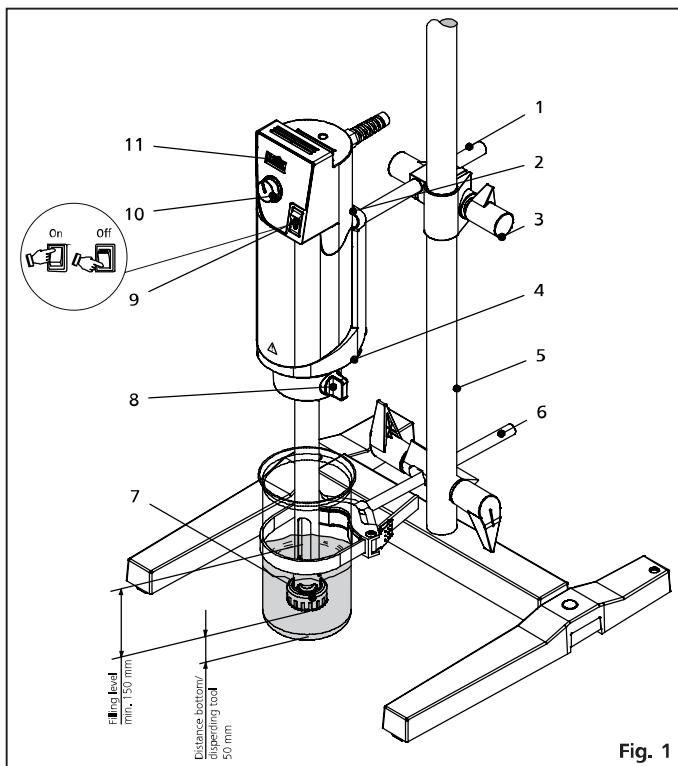

Fig. 1
- Halten Sie den Mindestabstand von 50 mm zwischen Dispergierwerkzeug und Gefäßboden ein (Fig. 1).